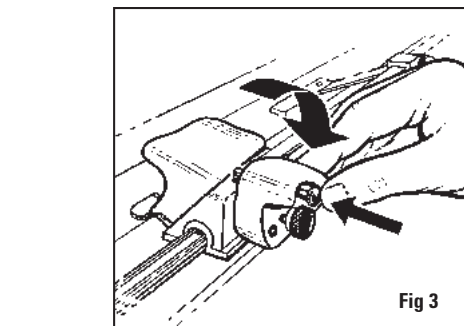

Fig 3
3. Schieben Sie den Schneidkopf bis über das obere Ende des Passepartoutkartons hinaus. Drücken Sie den Geradeschnitt-Schneidkopf soweit nach unten, dass der Feststellbolzen herauspringt und über dem Schneidkopf arretiert. Er ist nun in Schneidposition. Abb. 3
3. Deslice la cabeza de corte hasta más allá del extremo más alejado del tablero de lámina perimétrica y rote el sujetador de la cuchilla de corte recto hasta que el pasador de seguro abraque sobre la parte alta de la cabeza de corte asegurando el sujetador de cuchilla en la posición de corte. Fig. 3
3. Far scorrere la testa di taglio oltre l'estremità del cartoncino e ruotare verso il basso il portalamina per tagli diritti finché il perno di bloccaggio non scatti in cima alla testa di taglio bloccando il portalamina in posizione di taglio. Fig. 3
5. Faites glisser la tête de découpe de façon à ce que le bord du métal près du point vert sur la plaque repère soit exactement sur la ligne tracée. Fig. 3
6. point vert de la plaque repère soit exactement sur la ligne tracée. Fig. 3